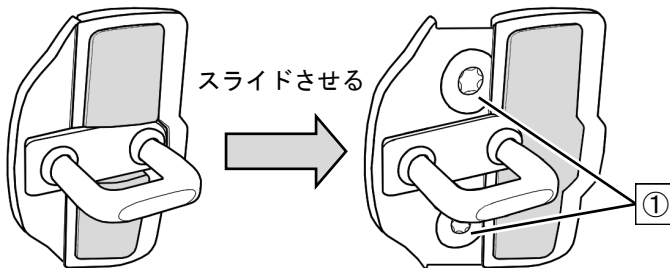

図2-1
1. ストライカー（同梱品）のスライド部をスライドさせた状態で、①トルクスボルト（T40）を使用しストライカー（同梱品）を車両に取付けてください。（締付トルク：23N・m）（図2-1）